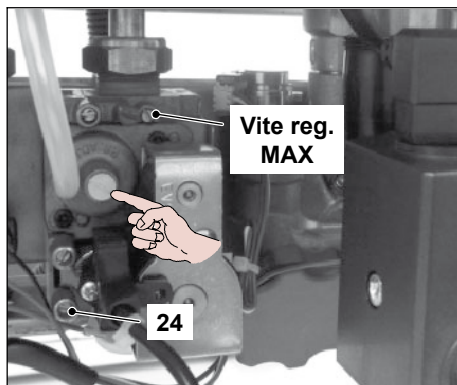

Figura 7.6
- A caldaia spenta (fuori servizio), controllare la pressione di alimentazione utilizzando la presa 24 in Figura 7.6 e confrontare il valore letto con quelli riportati nella tabella Pressioni di alimentazione gas nella sezione "Dati tecnici" pag. 17.
- Per tarare il CO_2 della caldaia (pressione del gas al bruciatore) svitare il tappo in ottone e agire sulla vite a brugola $\varnothing 4$ mm Figura 7.6
- Se i due dati non coincidono agire sulla vite regolazione massimo RQ (Figura 7.6) della valvola gas e tarare il CO_2 allo stesso valore riportato nella tabella nella sezione Dati Tecnici a pag. 17. Girando in senso